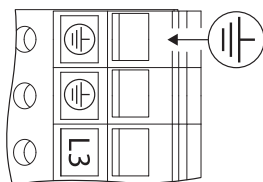

Fig. 26: Kiegészítő földelés
- A 11 kW-nál nagyobb teljesítményű motorok esetében a fokozott levezetési áram miatt az EN 61800-5-1:2008-04 szabvány szerint kiegészítő erősített földelést kell csatlakoztatni (lásd: Fig. 26).